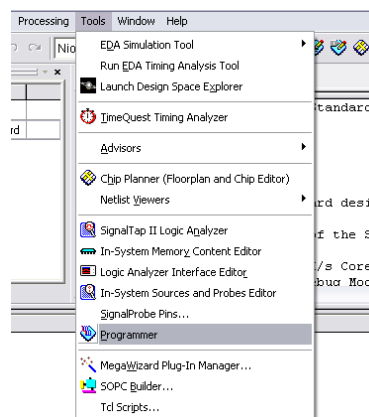

Figura D44 Apertura de herramienta de programación
8. En la barra superior del entorno de Quartus II, en **Tools**, seleccionamos **Programmer**, Figura D44, así: